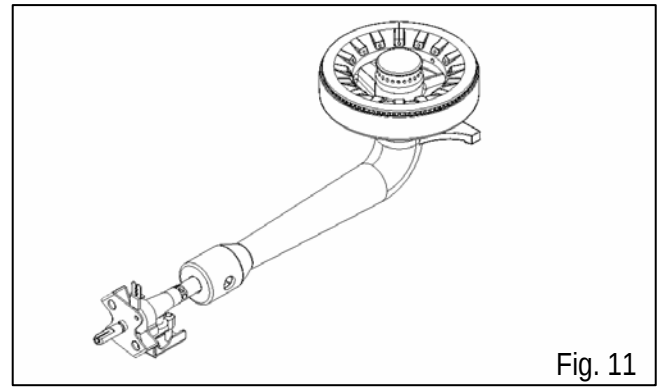

Fig. 11
6. Una vez completado este paso, instalar la hornilla lateral atrás de la caja de fuego, conectar el alambre del perno de encendido de la hornilla lateral en el encendedor, seguido del estante lateral derecho con los tornillos. Asegurarse que la esprea de la hornilla lateral esté alineada con la hornilla lateral. (Fig. 11)